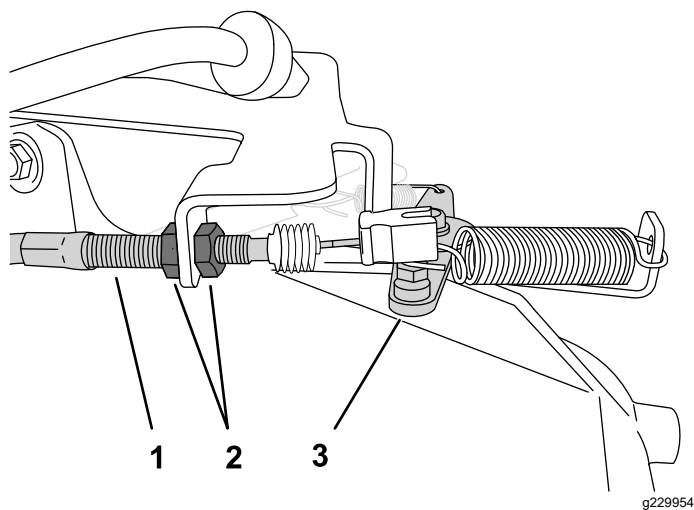

Figure 41
2. Au niveau de la gaine du câble d'accélérateur, desserrez l'écrou de blocage avant et serrez l'écrou de blocage arrière pour augmenter le bas ralenti (Figure 41).